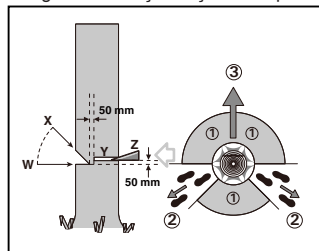

Figura 1
Faceți tăietura de doborâre (Y) cu cel puțin 50 mm mai sus decât tăietura orizontală de creștere prezentată în figura 1. Nu executați o tăietură de doborâre completă, ci doar atât de adâncă încât să mai rămână o legătură (adaos pentru doborâre), care să acționeze ca o balama. Astfel veți împiedica răsucirea copacului și căderea acestuia în direcție greșită. Nu tăiați complet marginea rămasă.
În momentul apropierii tăieturii de doborâre de margine, copacul ar trebui să înceapă să cadă. În cazul în care se pare acesta nu va cădea în direcția dorită sau se înclină înapoi iar lanțul de ferăstrău se blochează, întrerupeți tăierea și introduceți pene de lemn, material plastic sau aluminiu (Z) în linia de tăiere dorită, pentru deschiderea tăieturii și doborârea copacului (1). Când copacul începe să cadă scoateți ferăstrăul din tăietură, opriți-l, puneți-l jos și părăsiți zona periculoasă folosind calea de retragere stabilită (2). Fiți atenți la crengile care cad și evitați să vă împiedicați. (Vezi Figura 1)